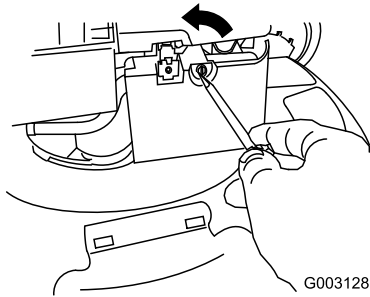

Figura 28
2. Utilice un destornillador para abrir la tapa del filtro de aire (Figura 28).